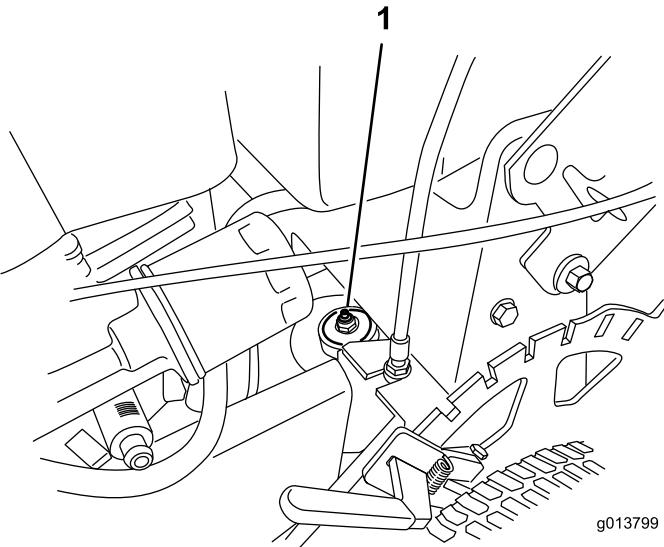

Figura 20
1. Montate un ingrassatore a pressione sul raccordo d'ingrassaggio da sotto il serbatoio del carburante (Figura 20).